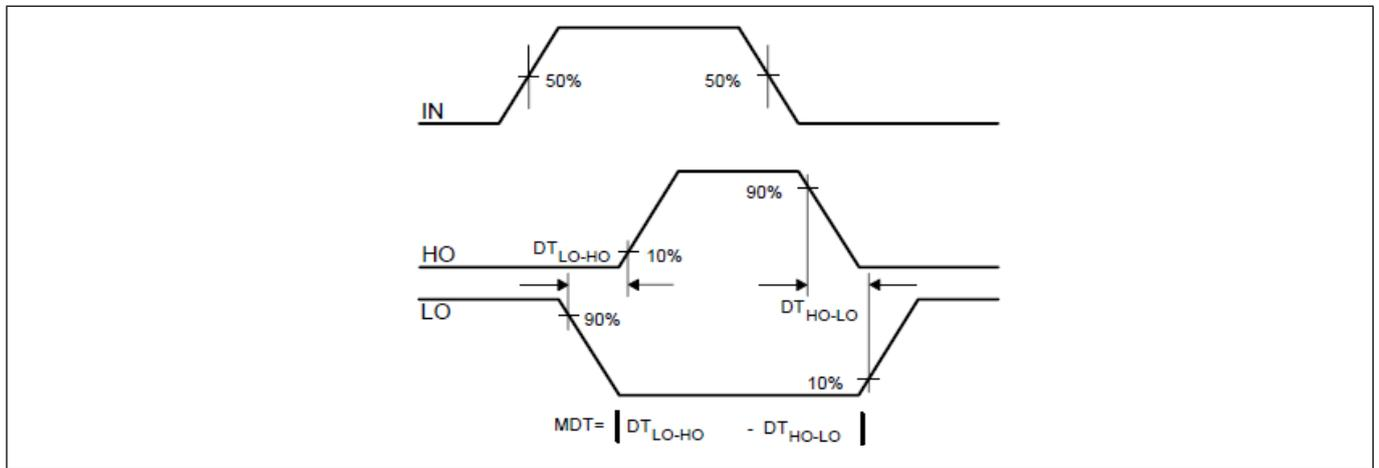

图8 死区时间匹配波形定义
2ED2109 (4) S06F (J)的死区电路与高端和低端输出匹配。图 8定义了两个死区时间参数（即 DT_{LO-HO} 和 DT_{HO-LO} ）；与2ED2109 (4) S06F (J)相关的死区时间匹配参数（MDT）规定了 DT_{LO-HO} 和 DT_{HO-LO} 之间的最大差值。